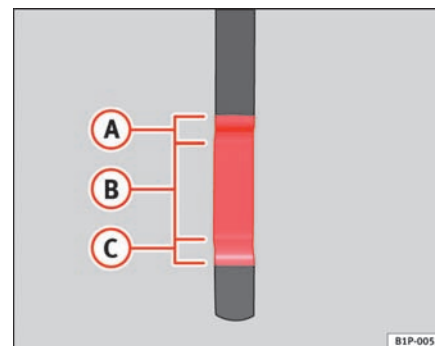

Fig. 137 Oliepind
- Træk derefter oliepinden op igen, og aflæs oliestanden på den nederste del af oliepinden ⇒ fig. 137.
Hvis oliestanden er i måleområde ⇒ side 193, fig. 137 **(A)**, må der ikke fyldes mere olie på.